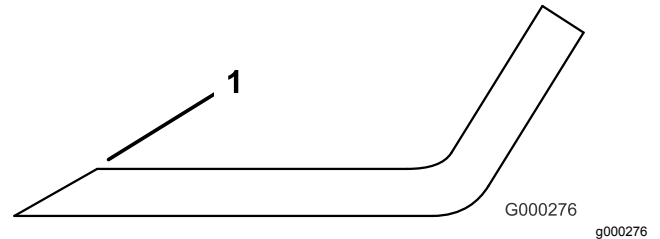

Figura 104
- Affilate i taglienti da entrambe le estremità della lama con una lima (Figura 104).
**Nota:** Se la lama non è bilanciata, limate del metallo soltanto dalla costa (Figura 104).